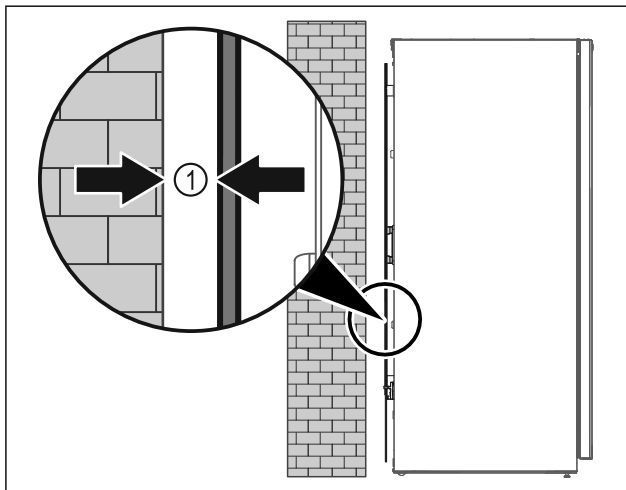

Fig. 6
- ▶ Instaloni pajisjen ose të lirë në dhomë, ose direkt mbi një mur me një distancë minimale prej 5 mm Fig. 6 (1) nga muri.